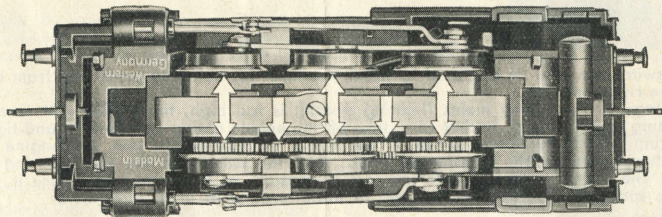

Fig. 4 Schmierstellen von unten
purpose. (See Point 4.) The axle bearings marked by arrows in fig. 4 must also be lubricated. Never give more than a drop or two of oil to any bearing. Over-oiling causes a film of dirt to form that may cause breakdown on the railway. A winter grade of motor engine oil should be used for lubricating; edible oil, i. e., salad oil, must not be used on any account. The bearings just mentioned must be lubricated again after the engine has run for a time.
7. The collector shoe sliding contact must be kept clean, and should be polished with fine emery paper if necessary, though be careful not to let any dust fall into the engine when doing this. If the sliding contact should become worn after running a long time it can be removed simply by taking out the screw shown in fig. 4 and replaced by a new contact No. **7173** equally easily. When placing the new shoe in position be careful about the correct position of the contact plates.
3. Graissage. Nous conseillons de graisser les paliers d'induit après quelques temps de fonctionnement (Voir figure 2—3). Pour y avoir accès il faut démonter la caisse de la locomotive (Voir § 4). Il faut en outre graisser les paliers des essieux montrés sur la figure 4. Amener une à deux gouttes d'huile sur chaque palier; un graissage excessif nuit au bon fonctionnement de la locomotive par suite de formation de cambouis. Nous conseillons l'emploi d'huile d'auto (huile d'hiver) comme lubrifiant; l'emploi d'huile de table est à proscrire. Procéder à un tel graissage à intervalles réguliers.
7. Frotteur. Le frotteur doit être maintenu en parfait état de propreté. De temps en temps il faut le nettoyer à l'aide de papier émeri fin en veillant à ce que la poudre d'émeri ne tombe pas dans la locomotive. Pour remplacer le frotteur usé, il suffit de défaire la vis montrée sur la figure 4. Remplacer le frotteur démonté par un frotteur neuf No. 7173. Lors du montage il faut veiller à ce que la plaque d'isolement soit correctement disposée.
3. Lubrificazione. Dopo breve funzionamento consigliamo di lubrificare i supporti dell'indotto (vedi figg. 2 e 3) e delle ruote motrici. A questo scopo occorre togliere il mantello della locomotiva (vedi punto 4). Inoltre sono da olearsi i supporti degli assi indicati con frecce nella fig. 4. Su ogni punto da oleare non si devono mettere più di 1—2 gocce di olio. Una maggiore lubrificazione produce la formazione di uno strato di sudicio che può procurare dei disturbi di funzionamento. Quale lubrificante è consigliabile olio invernale per automobili; in nessun caso si deve usare olio commestibile. Dopo un certo periodo di corsa è utile ripetere la lubrificazione come sopra indicato.
7. **Pattino.** Il pattino deve essere tenuto sempre pulito. Eventualmente sfregarlo leggermente con finissima carta smerigliata facendo attenzione che la polvere non cada nella macchina. Se dopo lungo uso il pattino risultasse consumato, esso può essere facilmente sostituito togliendo la vite visibile nella fig. 4 ed applicando un nuovo pattino **7173**. Inserendo il nuovo pattino fare attenzione alla giusta posizione delle piastre di contatto.
3. Smörjning. Efter en kortare tids körning rekommenderar vi smörjning av lokets ankarlager (se fig. 2 och 3) samt drivhjulslagren. För att kunna smörja locket, måste kåpan först avlägsnas (se punkt 4). De på fig. 4 med pilar markerade ställen skall också oljas, men aldrig med mer än högst 1—2 droppar olja. För mycket olja förorsakar lätt driftstörningar, då damm och smuts lätt fastnar och bildar en seg, isolerande smutshinna. Som smörjmedel rekommenderas MÄRKLIN smörjolja **7199** eller vinterbilolja. **Matolja får under inga omständigheter användas.** Smörjningen bör upprepas efter en tids körning.
7. Släpskor. Släpskon skall alltid hållas ren. Den kan rengöras med fin smärgelduk, varvid man emellertid måste se till att de avslipade partiklarna inte faller ned i locket. När en nedsliten släpsko behöver bytas, sker detta på ett mycket enkelt sätt, se fig. 4. Den mitt på släpskon placerade skruven lossas, varefter släpskon lätt lyftes ur och en ny släpsko **7173** skruvas fast. Se noga till att kontaktplattan sitter rätt.
3. Smøring. Efter kort tids brug anbefales det at smøre ankerlejet (se fig. 2 og 3) og drivhjulenes lejer. Man må i dette tilfælde afmontere overdelen (se pkt. 4). Desuden må de på fig. 4 med pile viste ankerlejer også smøres. På hvert smørested eller leje må ikke komme mere end 1—2 dråber olie. For stærk smøring danner smuds på skinnerne og driftsforstyrrelser kan intræde. Brug vinter-autoolie men aldrig spiseolie. Den her nævnte smøring må gentages nogen tid efter.
- 7. Slæpeskoen** skal altid være ren og kan rengøres med fint smergelpapir. Pas på at der ikke falder støvpartikler ind i lokomotivet. Såfremt slæbeskoen er slidt efter længere tids kørsel, kan den let udskiftes ved at man fjerner den på fig. 4 viste skrue og påmonterer en ny slæbesko **7173**. Ved monteringen af ny slæbesko må man passe på kontaktpladens rigtige stilling.
3. Smering. Het verdient aanbeveling na kort gebruik de lagers van het anker te smeren (zie fig. 2 en 3), alsmede de lagers van de tussenraderen. Hiervoor moet de kap worden verwijderd (zie punt 4). Bovendien moeten, minder dikwijls, maar toch van tijd tot tijd, de in fig. 4 met pijlen gemerkte lagers een druppeltje olie hebben. Ieder lager mag niet meer dan 1—2 druppels olie hebben; overdadig smeren veroorzaakt storingen door de vorming van een laag vet met vuil. Als geschikte olie kunnen wij aanbevelen winter-auto-olie, terwijl beslist nooit sla- of bak-olie mag worden gebruikt.
7. Sleepcontact. De sleepschoen moet altijd schoon zijn. Eventueel met fijn schuurpapier af-schuren, echter goed oppassen, dat er geen schuursel in de machine valt. Mocht na lang gebruik de sleepschoen zijn versleten, dan kan eenvoudig door het losdraaien van de in fig. 4 zichtbare schroef het sleepcontact door een nieuw (**no. 7173**) worden vervangen. Bij het vastschroeven van de nieuwe sleper moet er op worden gelet, dat het contactplaatje goed ligt.